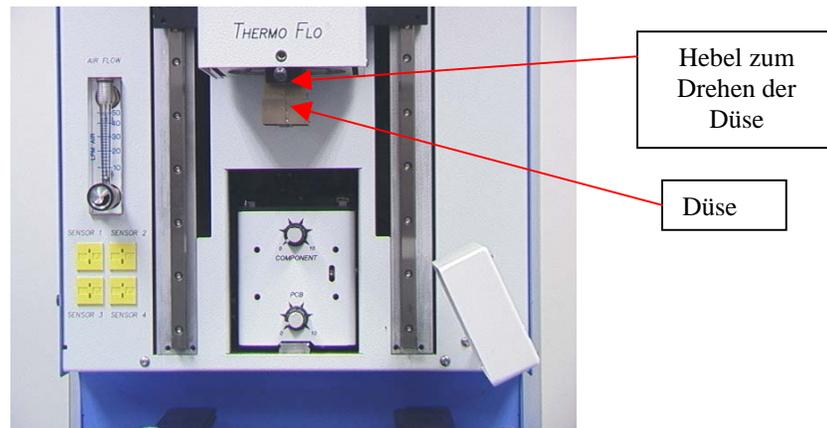

Abbildung 3c
- d. Einsetzen/Wechseln der Düse. (Abbildung 3c)